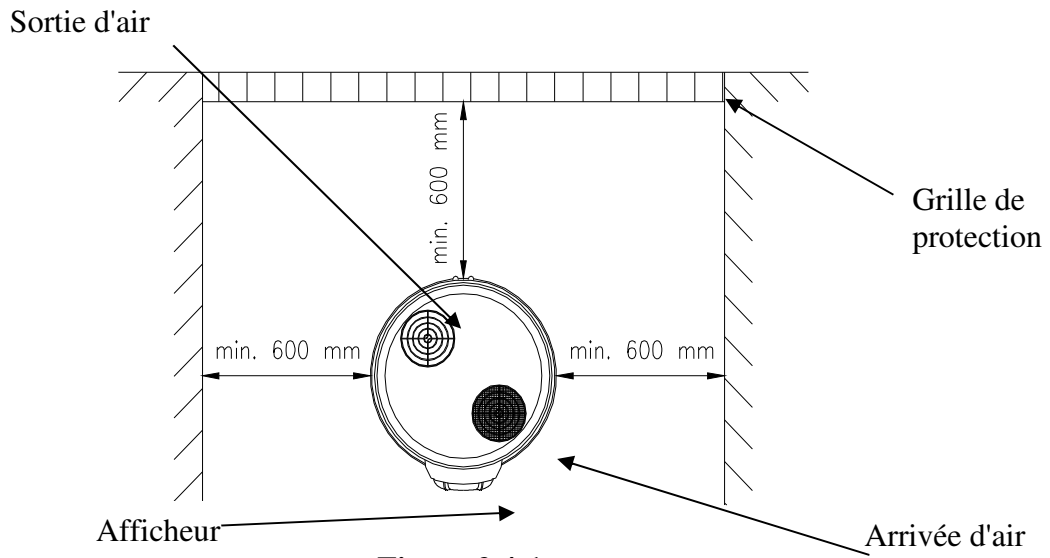
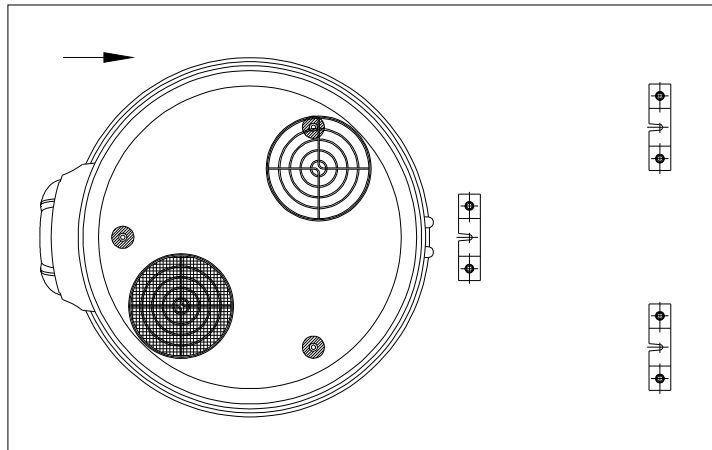
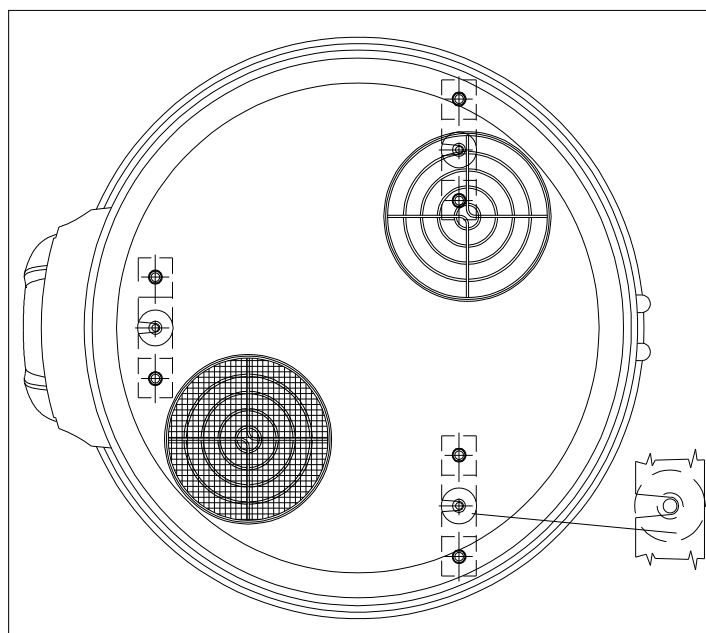

Figure 2.4-1.
Figure 2.4-3.
Figure 2.4-5.
- c) Fixation des pieds : assurez-vous que le sol est plat et suffisamment solide. A l'aide du « gabarit de perçage » (annexé au livret de l'appareil) marquez la position de fixation des pieds, en gardant à l'esprit les dimensions de construction indiquées sur les figures 2.4-1 et 2.4-2.) du livret de l'appareil. Fixez les 3 fixations de pieds livrées avec l'appareil avec une vis d'au moins 8M et avec des tubes de fer forés dans le sol (M8X75), dans la position décrite à la figure 2.4-3. Réglez les pieds réglables de l'appareil à environ 26 mm (cf. figure 2.4-5.)